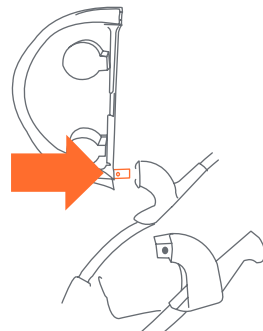

Fig. 10a
- 10)** • Pour attacher le plateau enfant : Glisser le pivot en métal du bras gauche du plateau dans le trou situé sur le côté gauche de la poignée. Ce faisant, appuyez sur le bouton d'insertion sur le bras. Assurez-vous que le bras gauche s'enclenche (Fig. 10a).